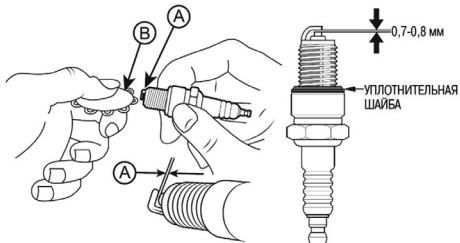

Рис. 20. Проверка межэлектродного зазора
4. Измерьте зазор А между электродами свечи зажигания специальным щупом В. Зазор должен быть 0,7-0,8 мм (Рис. 20). При увеличении или уменьшении требуемого зазора, рекомендуется заменить свечу, так как регулировка зазора может привести к изменению качества искрообразования.